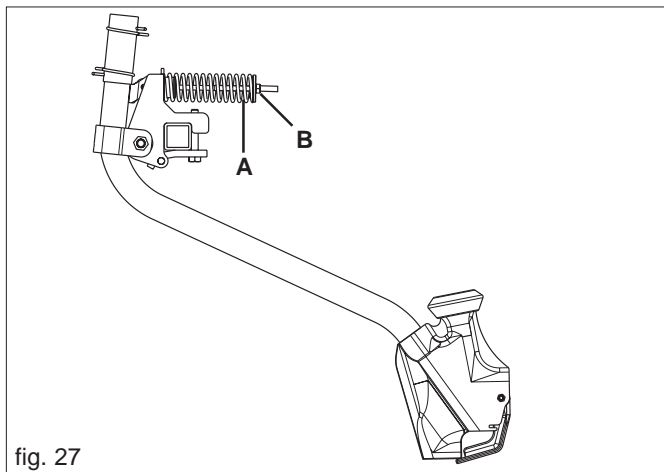

fig. 27
Para que los gérmenes broten es importante que la semilla venga colocada a la correcta profundidad en la cama de la siembra. La profundidad de la siembra se regula individualmente en cada elemento, por medio de los muelles de compresión (A, Fig. 27) y de la tuerca (B). De acuerdo al tipo de terreno, aumente o disminuya la compresión del muelle, para determinar la profundidad adecuada de trabajo.